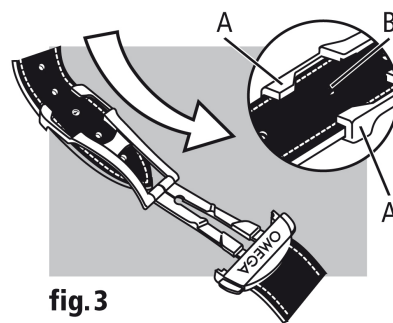

fig. 3
Per regolare la lunghezza del cinturino (fig. 3): liberare il segmento lungo dalle due guide (A) e dal perno (B). Spostare il cinturino nella direzione voluta e reinsertire il perno e le due guide. Provare al polso l'orologio e, se necessario, ripetere l'operazione.